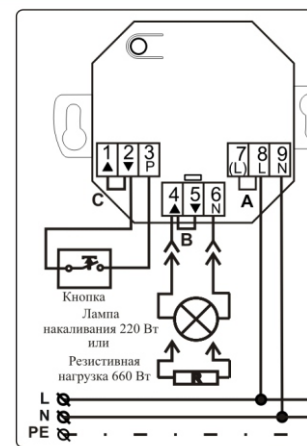

Рисунок 3. Схема подключения к осветительным приборам и электрической нагрузке.
- снять перемычку между контактами 8 и 7 Nero 8013 UPM (см. рис. 3);
емьчу (обозначение «В», см. рис. 3) между контактами 4 и 5